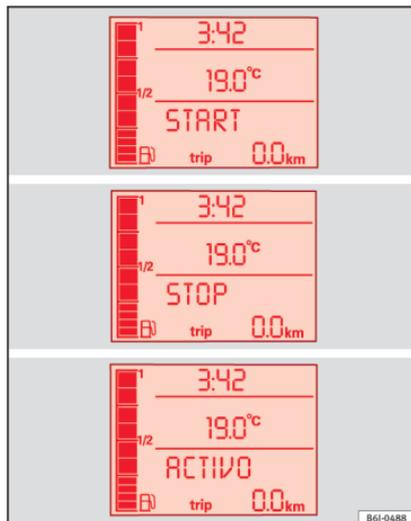

Fig. 142 Indicación en la pantalla del cuadro de instrumentos durante el funcionamiento Start-Stop.
- En la pantalla del cuadro de instrumentos se muestra información acerca del estado del funcionamiento Start-Stop » fig. 142.